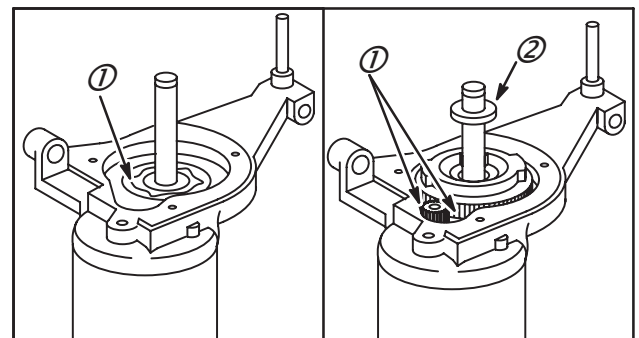

Fig. 39
11. Ajouter environ 22 ml de lubrifiant haute température pour engrenages sous le grand pignon et sur les dents des pignons (1), Fig. 39.
13. Monter la rondelle, le joint et le couvercle, Fig. 39. (System 3®, 4®).